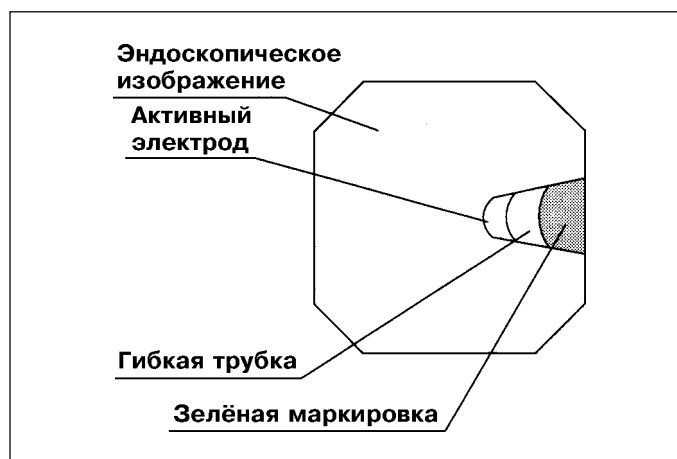

Рис. 4.4.
- Никогда не допускайте подачи электрического тока высокой частоты на активный электрод электрохирургического инструмента, пока не убедитесь, что электрод находится на достаточном расстоянии от дистального конца эндоскопа. Убедитесь, что зелёная маркировка на конце электрохирургического инструмента находится в эндоскопическом поле зрения (см. рис. 4.4). Если активный электрод находится слишком близко к дистальному концу эндоскопа, возможно повреждение электрохирургического инструмента и/или эндоскопа. Использование повреждённого эндоскопа может привести к травме пациента.